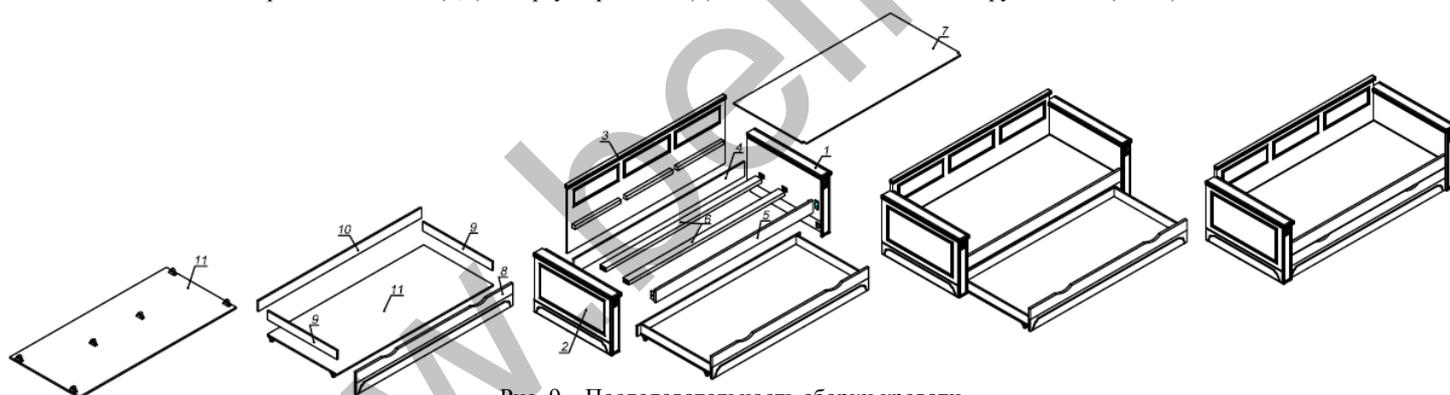

Рис. 9 – Последовательность сборки кровати
2.1 Приступите к сборке (Рис.9). Соедините стенки боковые ящика (9) и стенку горизонтальную (11) при помощи шкантов и винтов-комфирматов 7x50, закрутив их ключом шестигранным S-образным (Рис.8).